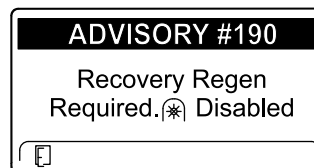

Figura 58
- Recovery regen required (Es necesaria una regeneración de recuperación) ADVISORY #190 (Aviso n.º 190) (Figura 58)